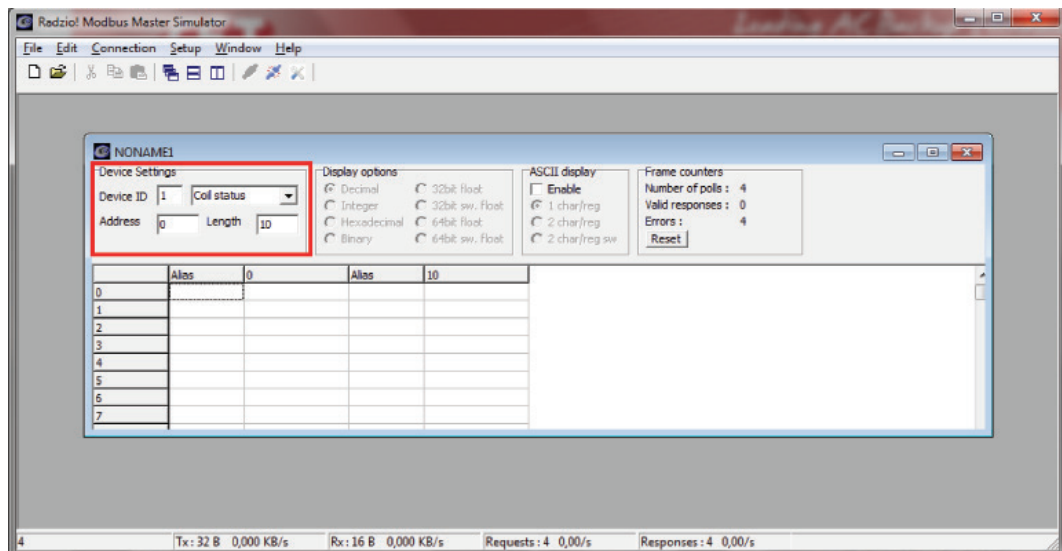

Abbildung 10: Die Standardeinstellungen für Radzio
11. Ändern Sie die **Device Settings** im neuen Modbus-Blatt. (Abb. 10)